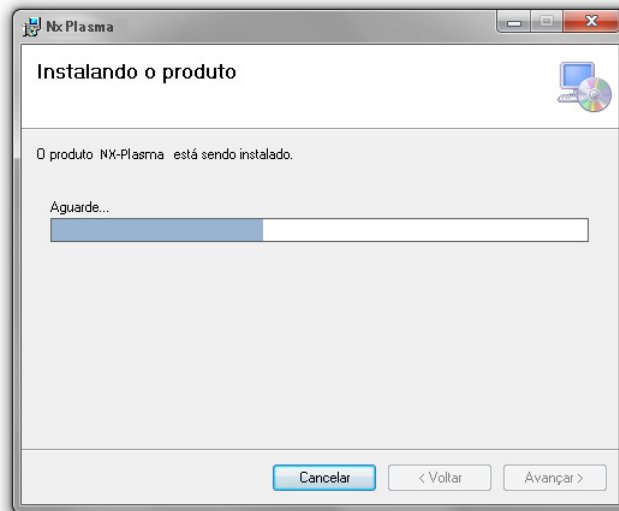

Figura 13
- Aguarde enquanto o software de instalação copia os arquivos necessários (Figura 13)